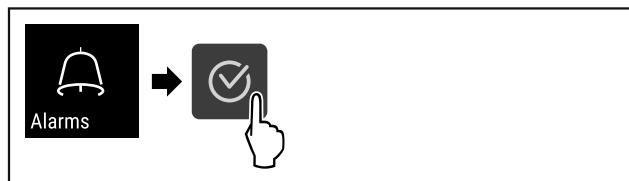

Fig. 143
- ▶ Eseguire i passi (vedere Fig. 143) .